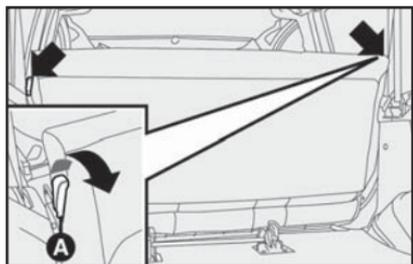

fig. 93
1) Puxar as alavancas laterais **A-fig. 93** localizadas dos dois lados do encosto do banco traseiro e rebatê-lo para frente.